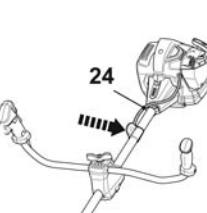

Fig. 3
- > Fixe o cabo de controlo [24] ao suporte de suspensão (fig. 3).